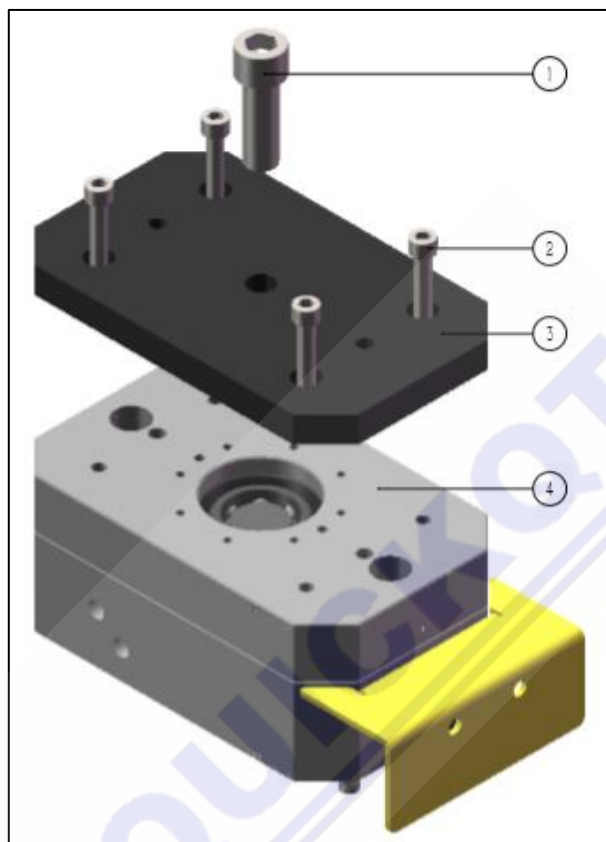

图 5-6. 在定位法兰上安装紧急解锁装置
1. 解锁装置放置到定位法兰上，并通过螺栓将其固定，如图 5-6.